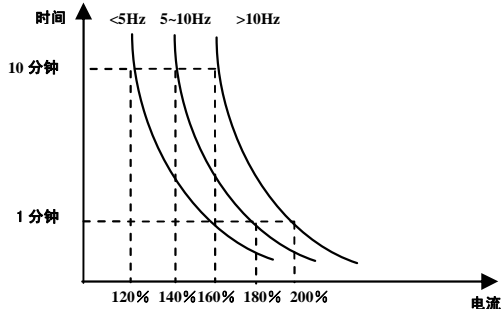

图 5-15 不同频率下的电机过载保护值
- 当变频器输出频率小于 10Hz 时，由于普通电机在低速运行时散热效果变差，故在运行频率低于 10Hz 时，电机过载阈值下调，如图 5-15 所示（F707=100%时）：